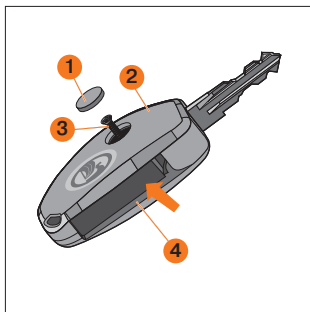

Рис. 4. Детали ключа с ПДУ
1. Поддеть плоской отверткой и вынуть из нижнего корпуса **2** заглушку **1** (рис. 4).
3. Надавить большим пальцем на место, указанное стрелкой на рис. 4, добиться разделения защёлки, осторожно разъединить верхний корпус **4** с нижним корпусом **2**, учитывая, что в задней части корпуса располагается ещё одна защёлка.